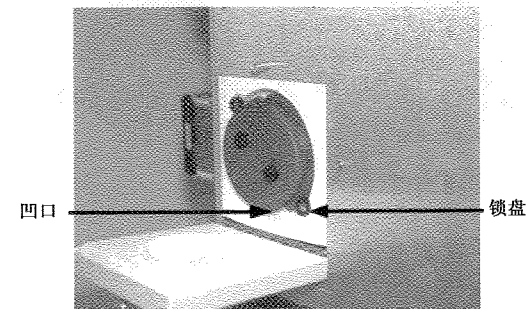

图 2-54 47mm 滤膜门打开
- (1)找到 FDMS 系统左侧的两扇门。打开其中一扇滤膜小门(图 2-54);
(8)将第(6)步中拆下的主要干燥器真空管道安装到另一个 Y 形接头的底部(图 2-54),并将两根管道安装到每个冷却器组件底部的快速接口。选择“下一步”;